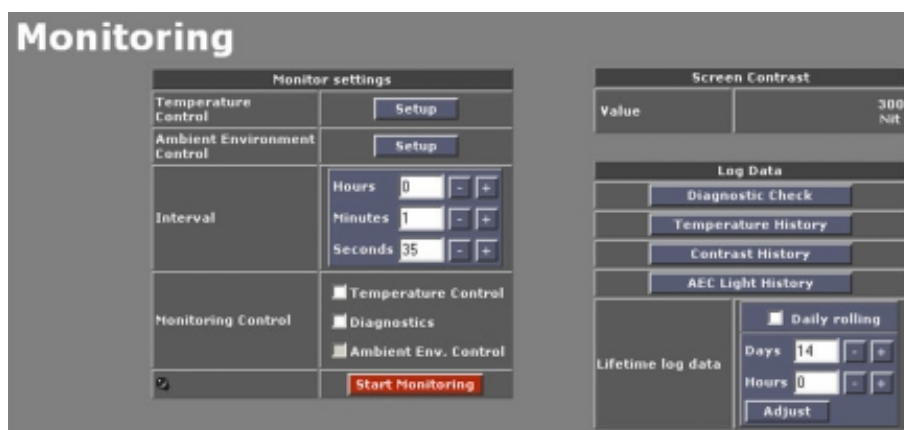

Imagen 15-1
1. Haga clic en  (imagen 15-1)